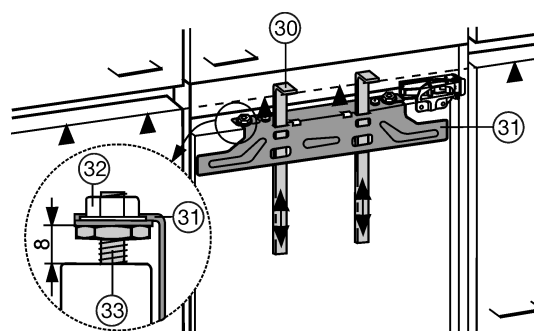

Fig. 18
Die Montagehilfen *Fig. 18 (30)* werden für beide Türen benötigt. Möbeltüren daher nacheinander montieren.
- ▶ Montagehilfen Fig. 18 (30) auf Möbeltürhöhe hochschieben. Untere Anschlagkante ▲ der Montagehilfe = Oberkante der zu montierenden Möbeltür.